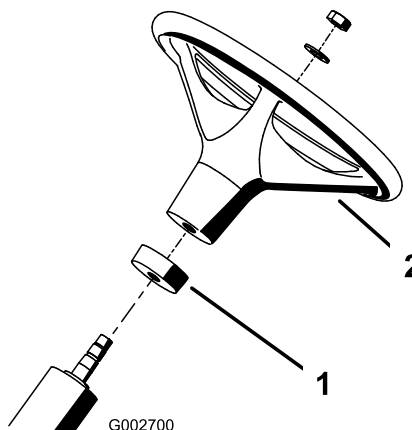

Figure 2
2. Glissez la bague en mousse sur l'arbre de direction (Figure 2).
3. Glissez le volant sur l'arbre de direction (Figure 2).
4. Fixez le volant à l'arbre de direction avec une rondelle et un contre-écrou (Figure 2). Vissez le contre-écrou à 27-35 Nm.